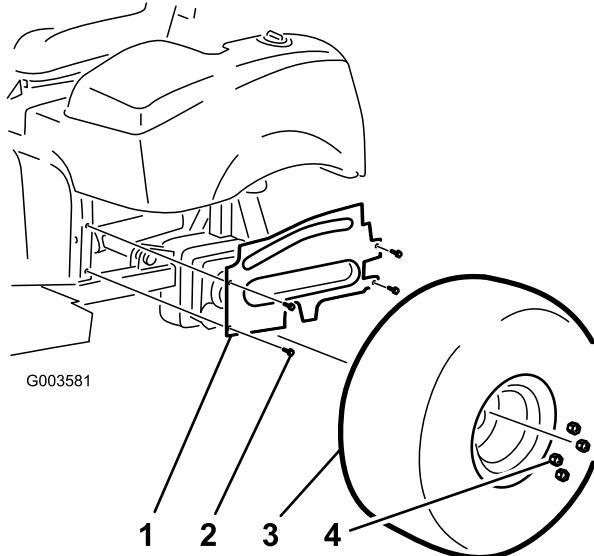

Figura 38
9. Instale los 4 tornillos con arandela prensada que sujetan la cubierta de la rueda izquierda al chasis (Figura 38).
10. Instale el neumático trasero izquierdo (Figura 38).